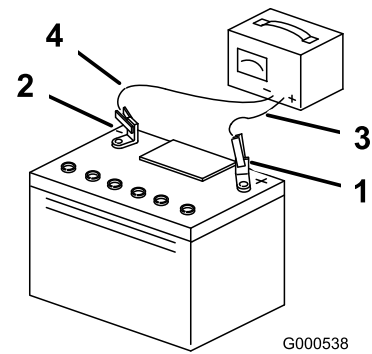

図 49
3. 充電が終わったら、チャージャのプラグをコンセントから抜いてから、チャージャのリード線をバッテリー端子から外す 図 49。